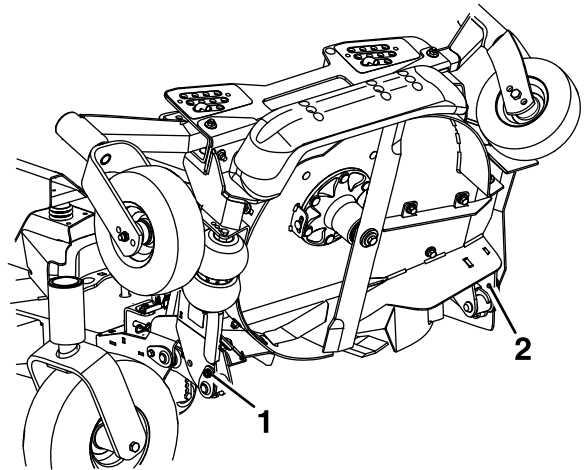
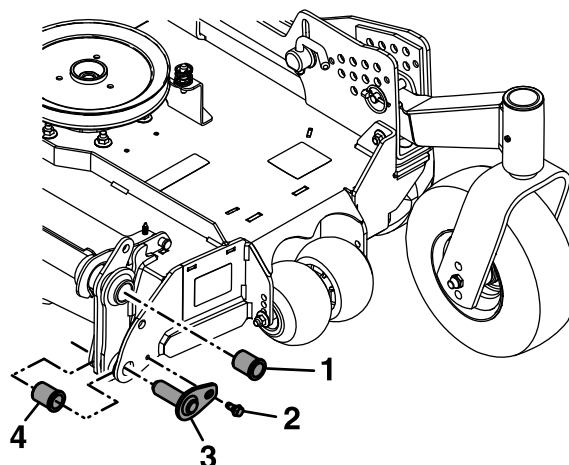

Figure 84
Figure 87
7. Desserrez les boulons qui fixent les axes de pivot supérieurs sur le tablier, mais ne les retirez **pas** (Figure 84).
- Retirez les douilles à embase des points de pivot supérieurs et nettoyez l'alésage (Figure 87).
- Retirez et conservez les boulons des points de pivot inférieurs (Figure 84 et Figure 87).